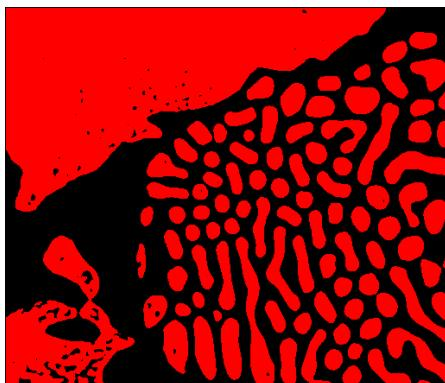

図 2-4. 2 値化画像
13. OK をクリックして、手動による 2 値化を画像に適用します。画像が、バイナリ画像に変換されます。ここで、しきい値の範囲内の選択したピクセルはすべて 1 (赤) に設定され、その他のピクセルはすべて 0 (黒) に設定されます。2 値化を適用すると画像がどのように表示されるかを確認するには、図 2-4 を参照してください。